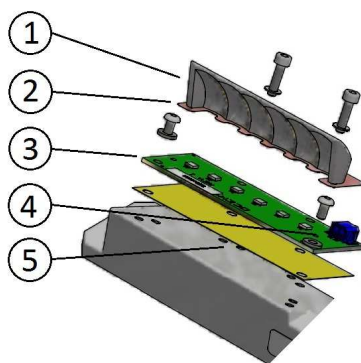

Figura 21 – Sostituzione del modulo LED
- scollegare il cavetto di alimentazione dal modulo LED (Figura 21 - n°4)
- rimuovere il modulo LED (Figura 21 - n°3) ed il relativo riflettore (Figura 21 - n°1) dallo squadretto ferma prisma svitando le due viti TCEI M3x12
- assicurarsi che l'interfaccia termica (Figura 21 - n°5) sia correttamente posizionata sotto il modulo LED
- assicurarsi che il foglio isolante in Kapton (Figura 21 - n°2) sia correttamente posizionato sopra il modulo LED
- ricollegare il cavetto di alimentazione al modulo LED (Figura 21 - n°4)